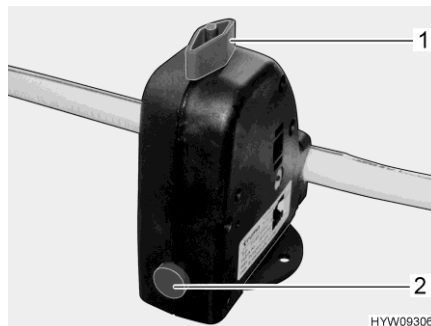

Fig. 232 Válvula de seguridad/purga (caldera)
La caldera está equipada con una válvula de seguridad/purga (Fig. 232). La válvula de seguridad/purga evita que el agua de la caldera se congele cuando no esté conectada la calefacción en caso de helada.
- Cerrar la válvula de seguridad/purga. Para ello, girar el botón giratorio (Fig. 232,1) a la posición transversal en referencia a la válvula de seguridad/purga y hundir el botón (Fig. 232,2).
- Abrir la válvula de seguridad/purga. Para ello, girar el botón giratorio (Fig. 232,1) a la posición longitudinal en referencia a la válvula de seguridad/purga. El botón (Fig. 232,2) salta hacia fuera. La caldera se vacía hacia fuera a través de la válvula de seguridad/purga.